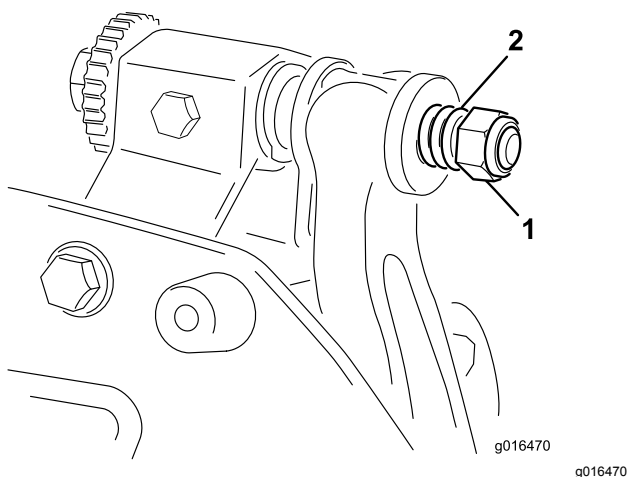

Bild 24
- Ziehen Sie die Federspannungsmutter an, bis die Feder zusammengedrückt ist, drehen Sie sie dann eine 1/2 Umdrehung heraus (Bild 24).